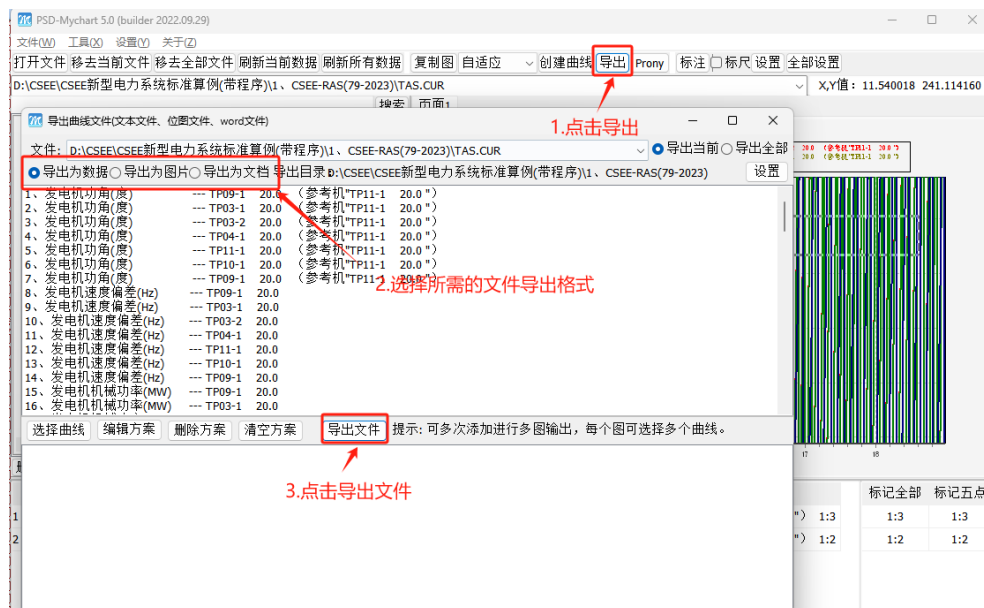

图 11 数据导出
2) 若需要将数据导出进行后续的研究, 在 Mychart 界面下点击【导出】, 选择将仿真数据导出为数据/图片/文档等格式, 选择后点击【导出文件】, 相应文件则会输出至当前文件夹下, 如图 11 所示。